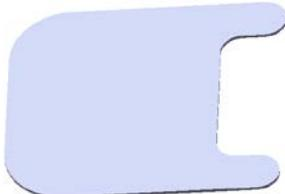
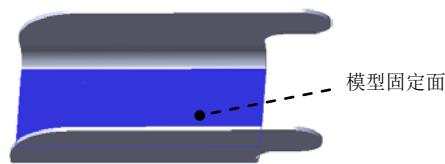

图 12.3.17 展开 1
图 12.3.18 模型固定面
Step5. 创建图 12.3.17 所示的钣金特征——展开 1。
(1) 选择命令。选择下拉菜单 **插入(I)** → **钣金(O)** →  **展开(U)...** 命令（或单击“钣金”工具栏上的“展开”按钮 ），系统弹出“展开”对话框。
(2) 定义固定面。选取图 12.3.18 所示的模型表面为固定面。
(3) 定义展开的折弯特征。在“展开”对话框中单击 **收集所有折弯(A)** 按钮，系统将模型中所有可展平的折弯特征显示在 **要展开的折弯:** 列表框中。
(4) 单击  按钮，完成展开 1 的创建。